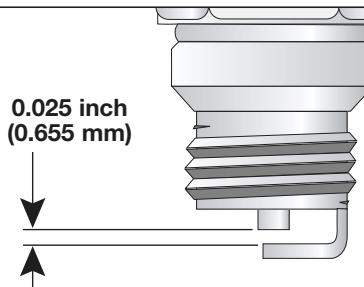

Fig. 6-16
3. Remplacez toute bougie fendillée, encrassée ou sale. Réglez l'écartement à 0,655 mm (0,025 po) à l'aide d'une jauge d'épaisseur (Fig. 6-16).